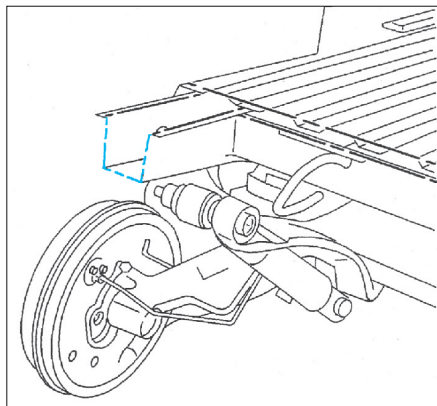

FIG. 128
- Préparer les bords d'accostage et les protéger par un apprêt soudable (Fig.128).